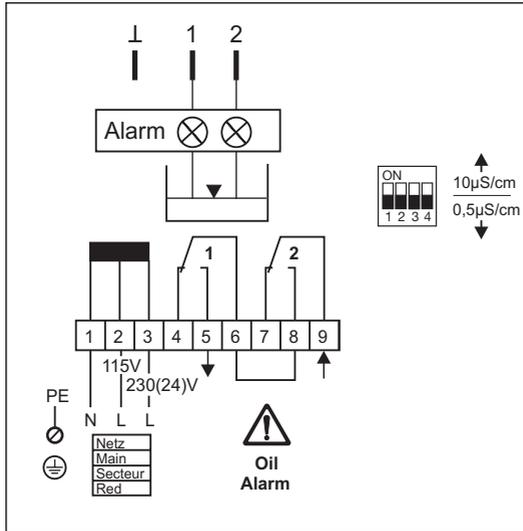

Fig. 8
2. Bitte prüfen Sie, ob der Ölalarmgeber gemäß dem Anschlussplan angeschlossen ist (**Fig. 8** Seite 16) und schalten Sie die Versorgungsspannung ein.